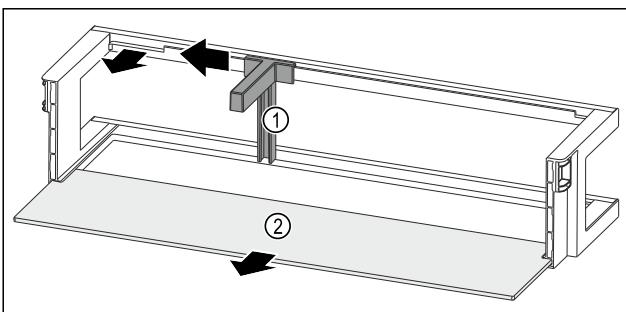

Fig. 118 Рафт на врата с препрода за бутилки и рафт
- ▶ Пълзнете препродата за бутилки Fig. 118 (1) настрани до прореза.
- ▶ Свалете препрода за бутилки Fig. 118 (1).
- ▶ Свалете рафта Fig. 118 (2).